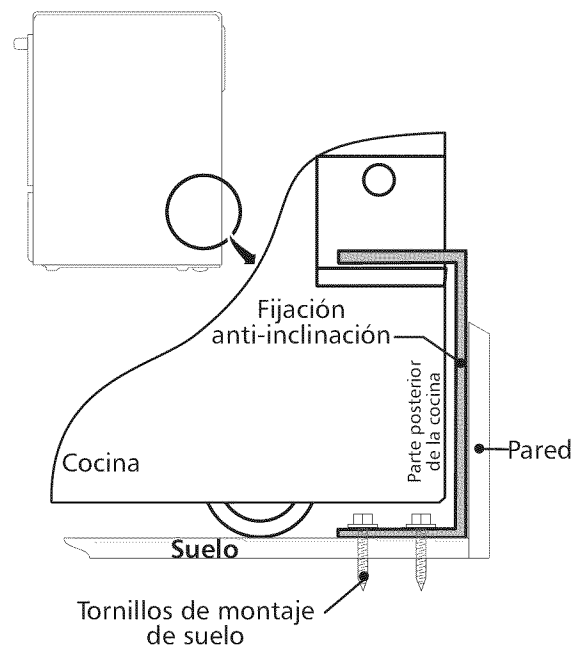

Figura 16
4. Retire el modelo y ubique la abrazadera en el suelo. Alinee los orificios en la abrazadera con las marcas en el suelo y ajuste con los cuatro tornillos provistos. La abrazadera debe quedar fijada al suelo (Figura 16) sólido. Si se fija al suelo concreto, primero haga orificios pilotos de un diámetro de 3/16" (0,48 cm), utilizando una barrena para concreto.